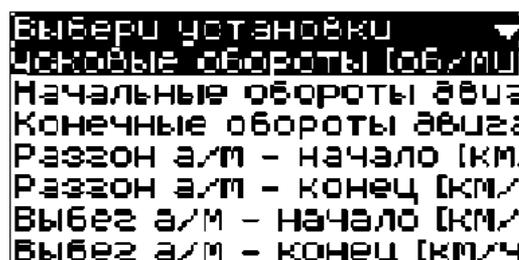

Рис. 26 Окно **УСТАНОВКИ**
4.4.5.1 Перед проведением тестов необходимо произвести установку требуемых значений параметров. Для этого выберите пункт меню **УСТАНОВКИ**. На дисплее появится окно **УСТАНОВКИ** (рис. 26).